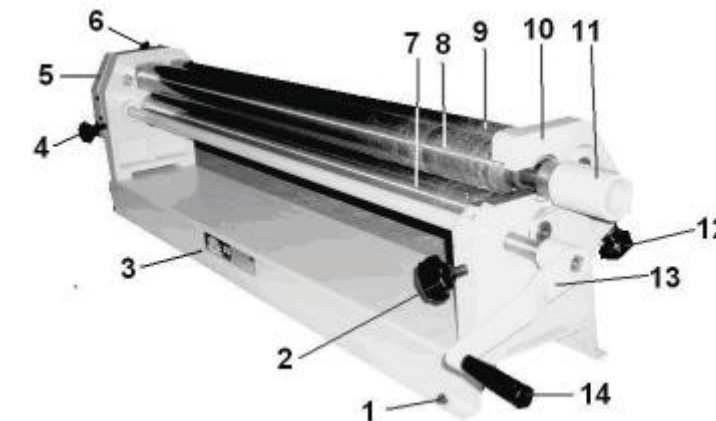

Рис. 1
## 6. УСТРОЙСТВО (Рис. 1)
## 7. МОНТАЖ (Рис. 1)
Как показано на Рис. 1, переустановите ручку(13) рукояткой (14) наружу, положение закрепите винтом фиксации ручки (13).
## 9. РАБОТА (Рис. 1)